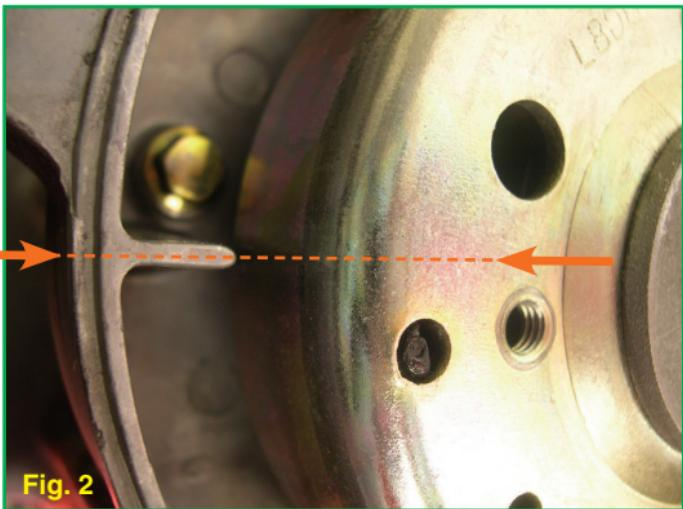

Fig. 2
cames (Fig. 1) avec la surface de la culasse du couvercle des soupapes en tournant le vilebrequin, dans le sens des aiguilles d'une montre à l'aide de l'écrou du rotor de l'alternateur (Fig. 2).
- Aligner l'encoche à l'intérieur du carter avec le repère “T” gravé sur le rotor (Fig. 2).
- Aligner les repères présents sur la roue crantée de l'arbre à cames (Fig. 1) avec la surface de la culasse du couvercle des soupapes en tournant le vilebrequin, dans le sens des aiguilles d'une montre à l'aide de l'écrou du rotor de l'alternateur (Fig. 2).
- Aligner l'entaille/encoche à l'intérieur du carter avec le repère "T" gravé sur le rotor (Fig. 2).